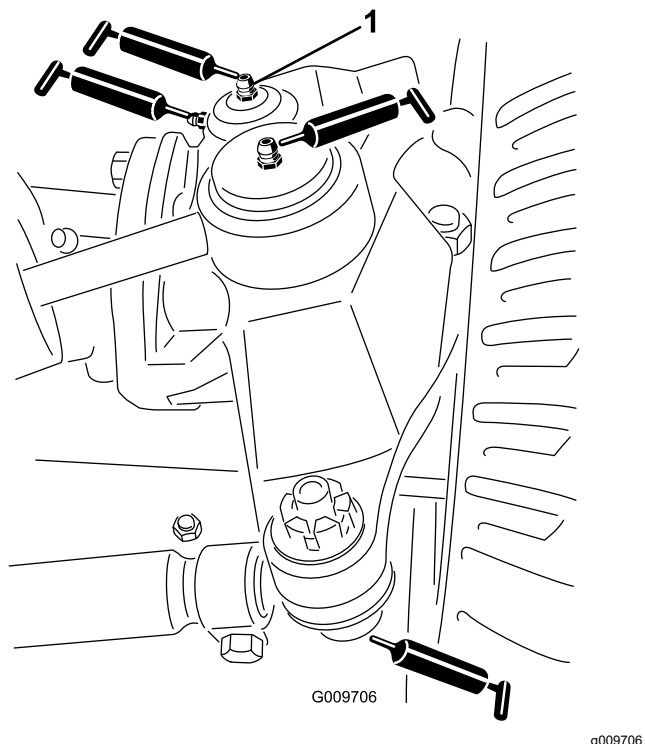

図 50
- ステアリングシリンダのボールジョイント 2ヶ所 図 50
- タイロッドのボールジョイント 2ヶ所 図 50
- キングピンのブッシュ2ヶ所 図 50。但しキングピン上部は1年に1回のみポンプ2回押しのみとする。